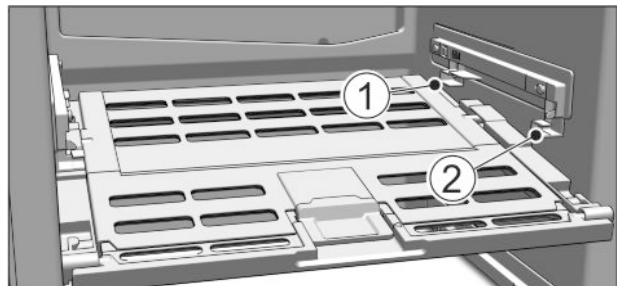

Fig. 14
- ▶ A zöldséges & gyümölcsös rekesz fedelének behelyezése: Alulról vezesse be a fedél bordáit a hátsó tartóba *Fig. 14 (1)*, elől pedig pattintsa be őket a tartóba *Fig. 14 (2)*.